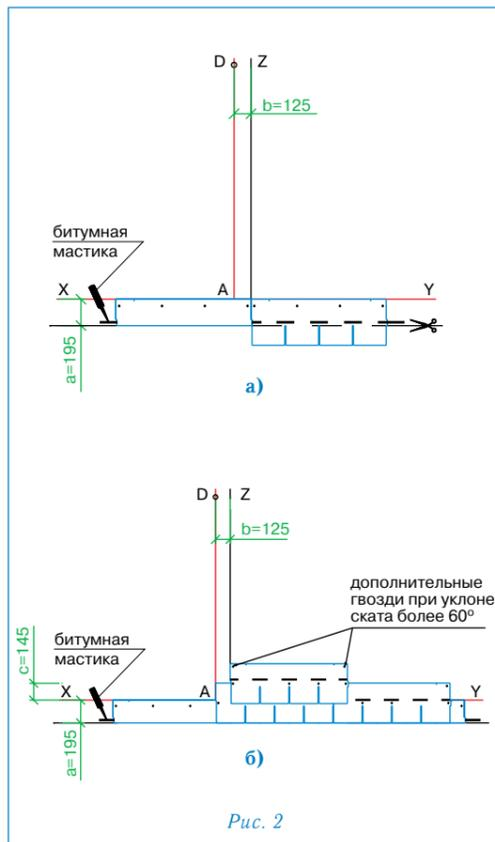

Рис. 2
### Укладка материала (рис. 2)
Начальный ряд формируется из листов черепицы КЛАССИК обрезанных по линии образованной конечными точками вырезов. Полученные таким образом полосы шириной 19,5 см укладываются по линии карниза в обе стороны от линии Z (рис. 2а) и фиксируются по нижнему краю битумной мастикой, а по верхней кромке 4 гвоздями (ось гвоздей на 5 см ниже верхнего края полосы);
- далее первый ряд черепицы укладывается от линии AD (рис. 2б);
- второй ряд укладывается от линии Z (со смещением 12,5 см от AD) (рис. 2б);